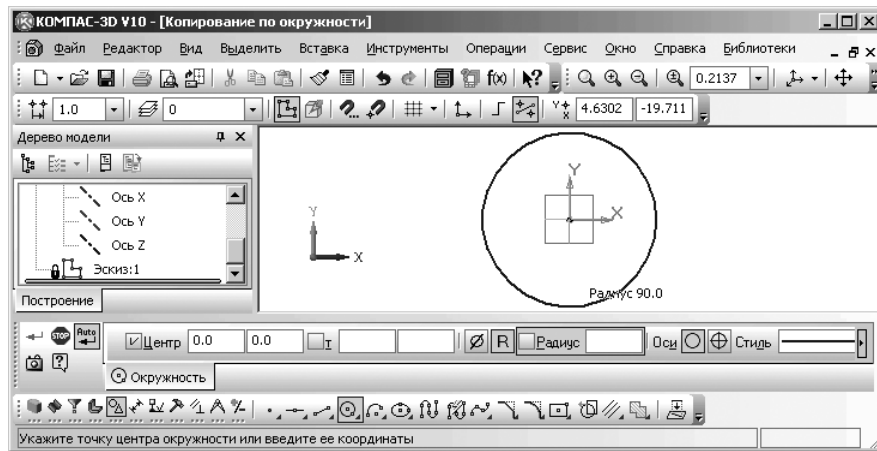

Рис. 8.40. Главное окно системы с эскизом крышки, **Панелью свойств: Окружность** и **Компактной панелью**
- нажмите клавишу **F9** для показа всего эскиза окружности, показанный на рис. 8.40.